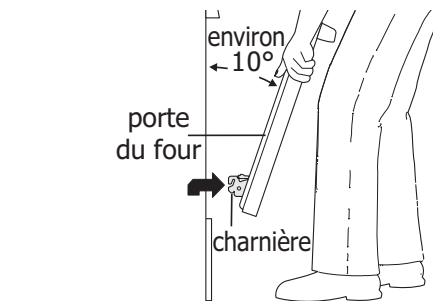
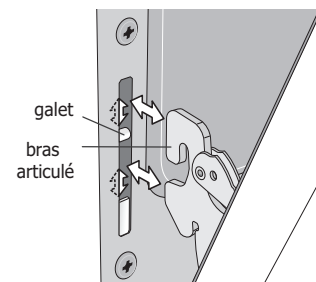

Figure 7 : Soutien de la porte pour la dépose
Figure 8 : Repose du bras articulé et du galet
3. Saisir fermement les deux côtés de la porte du four. Ne pas la soulever par la poignée (voir Figure 7).
4. Ouvrir la porte à un angle d'environ 10 degrés du cadre de porte (voir Figure 7).
5. Soulever les bras articulés hors des galets situés de part et d'autre du cadre de four (voir Figure 8).
1. Saisir fermement les deux côtés de la porte du four. Ne pas la soulever par la poignée (voir Figure 7).
2. Tout en tenant la porte au même angle que pour la dépose, asseoir le crochet du bras articulé sur les galets situés de part et d'autre du cadre de four (voir Figure 7 et Figure 8). Le crochet du bras articulé doit s'asseoir fermement sur les galets.